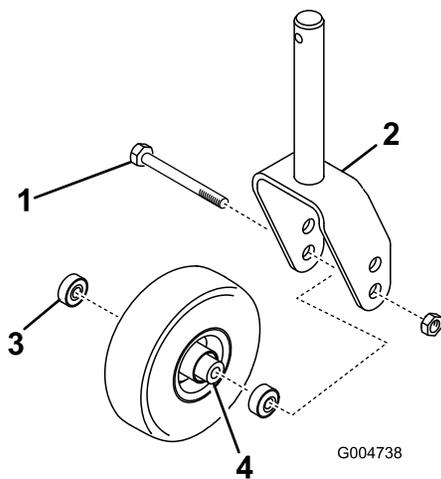
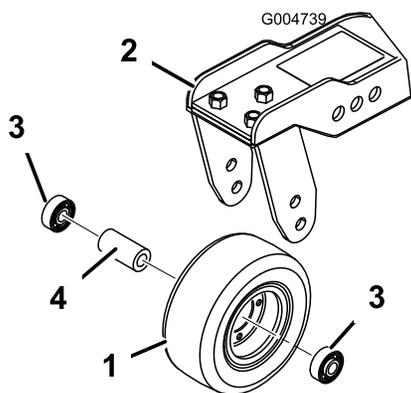

Рисунок 111
Рисунок 112
- Выверните контргайку с болта, удерживающего узел поворотного колеса между вилкой (Рисунок 111) или рычагом (Рисунок 112) поворотного колеса.
- Извлеките подшипник из ступицы колеса и дайте выпасть распорной втулке подшипника (Рисунок 111 и Рисунок 112).